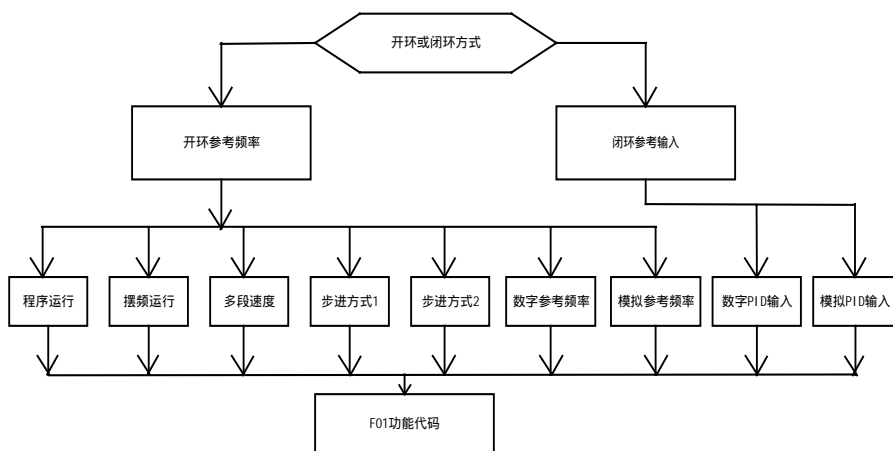

图 5-1 F01 功能代码内容显示值
- 当变频器的直流母线电压小于软启动接触器的动作阈值时，F01 功能代码的内容值显示为 5555。F01 功能代码显示值如图 5-1 所示。